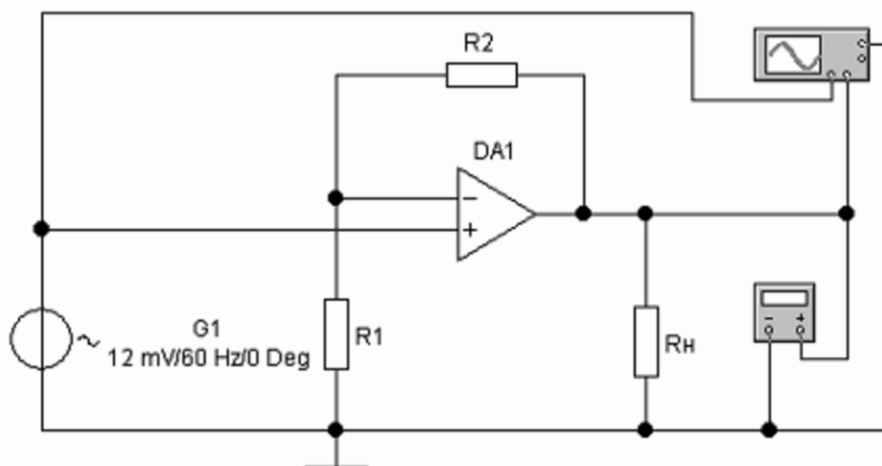

Рис. 4 – Схема для исследования неинвертирующего усилителя на ОУ
9. Собрать схему неинвертирующего усилителя на ОУ, изображенную на рис. 4.